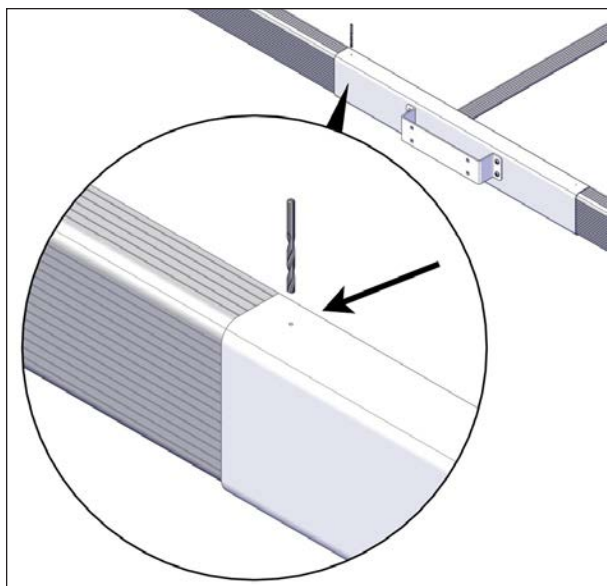

FIGURE 56: PERÇAGE DANS LE PROFILÉ EN C
6. Utiliser le foret de diamètre 5/32 po fourni pour percer les trous sur le dessus et le dessous du renfort en C, voir Figure 56. Utiliser les trous existants du renfort en C comme gabarit de perçage.